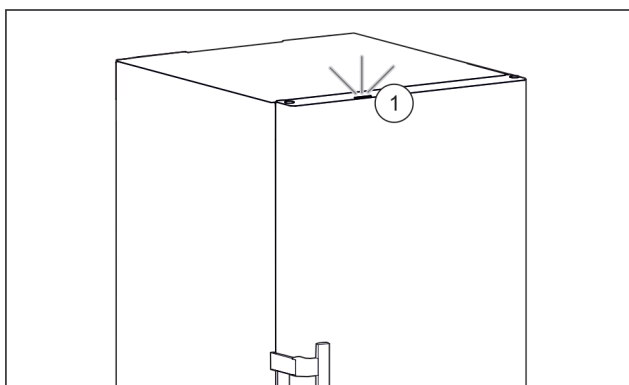

Fig. 61 Aktivna lučka stanja pri zaprtih vratih
- Lučka stanja Fig. 61 (1) je aktivirana.